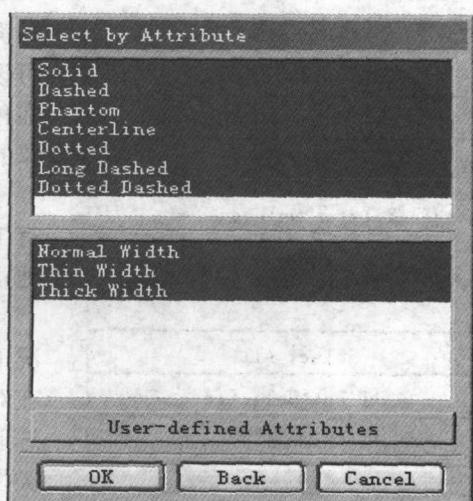

图 2-6 Other 筛选对话框
(4) 当点选 Other 筛选后, 系统将打开对话框, 如图 2-6 所示。其 Other 形式的筛选包含各种线型的筛选。通过用户的选取, 可限制系统进行筛选。对话框的最下方有一自定义属性选项, 可用于自定义筛选的属性。